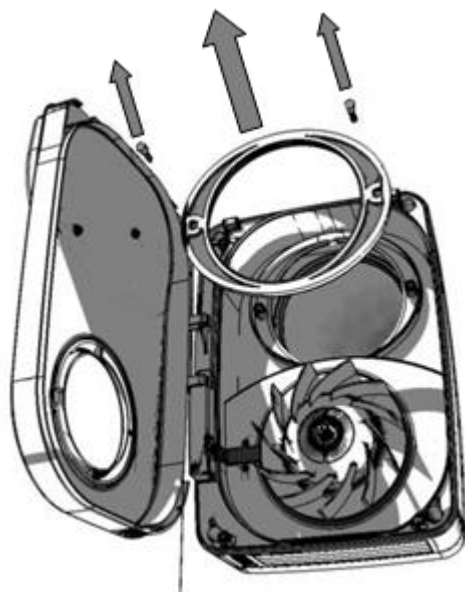
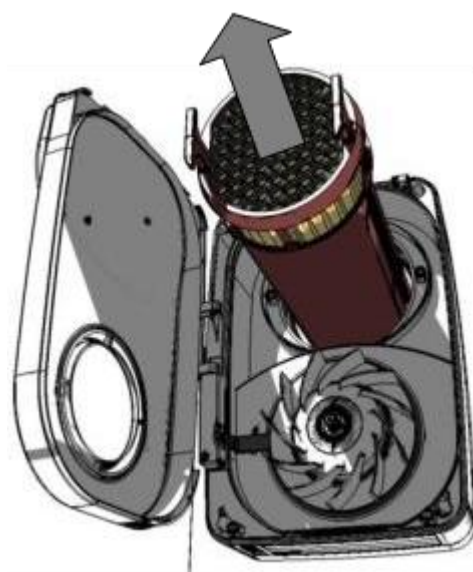

Figura 29
Figura 30
3. Rimuovere le viti e l'anello di fissaggio (Figura 29) e sfilare con attenzione lo scambiatore di calore (Figura 30).